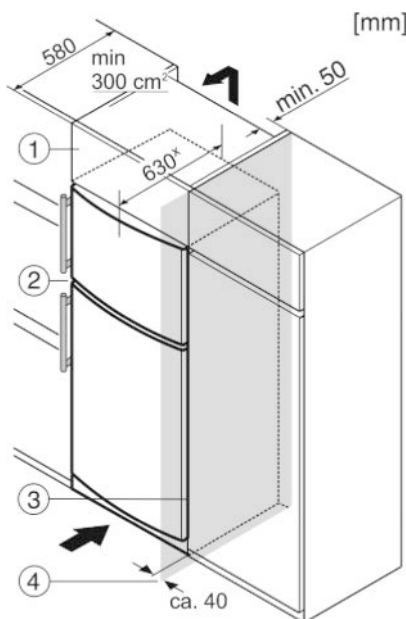

Fig. 7
Устройство может быть окружено кухонными шкафами. Чтобы уравнивать устройство Fig. 7 (2) по высоте с кухонной стенкой, можно установить над устройством дополнительный шкафчик Fig. 7 (1).
При комбинировании с кухонными шкафами (глубина макс. 580 мм) устройство можно установить непосредственно рядом с кухонным шкафом Fig. 7 (3). Устройство выступает сбоку на 34 мм* и по центру на 50 мм* относительно передней стенки кухонного шкафа.
Если устройство установлено на шарнирах у стены Fig. 7 (4), то расстояние между устройством и стеной должно быть не менее 40 мм. Настолько выступает ручка при открытой дверце.